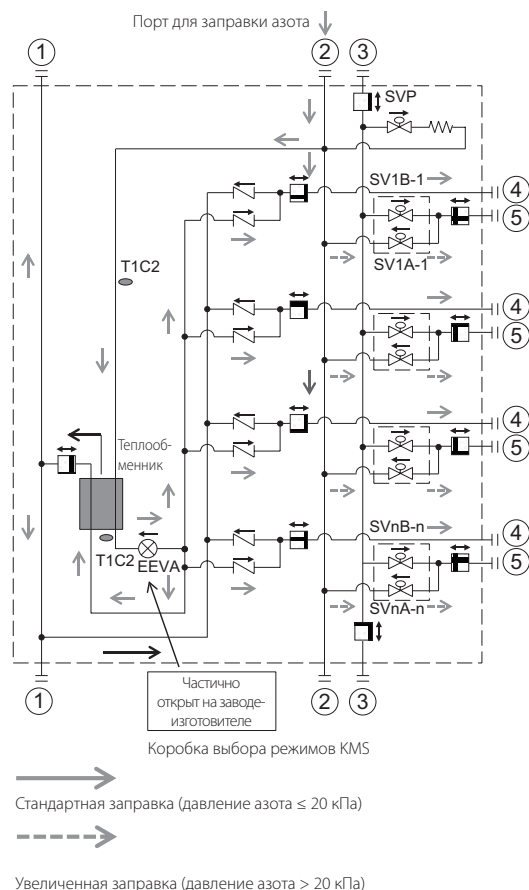

Рис. 5-15
а) При пайке порта ④ осуществляется нормальная заправка из порта ②, а при пайке порта ⑤ выполняется увеличенная заправка из порта 2 (> 20 кПа), как показано на рис. 5-15.
б) При пайке порта ① осуществляется нормальная заправка (≤ 20 кПа) из порта ②, а при пайке портов ② и ③ нормальная заправка выполняется из соответствующего запорного клапана наружного блока, как показано на рис. 5-15.